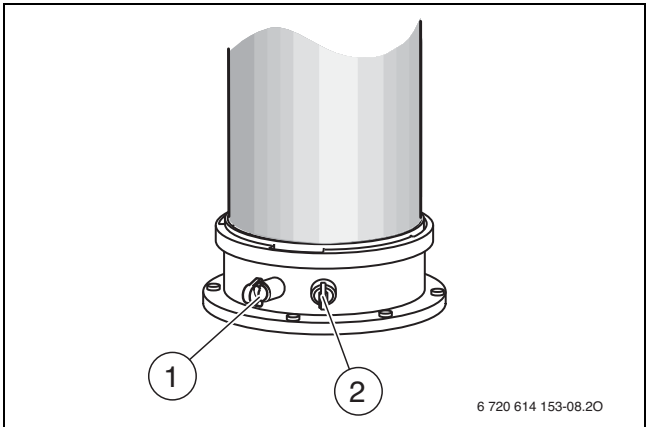

Bild 47 Abgasmessstutzen und Verbrennungsluft-Messstutzen
- Stopfen am Verbrennungsluft-Messstutzen (→ Bild 47, [2]) entfernen.